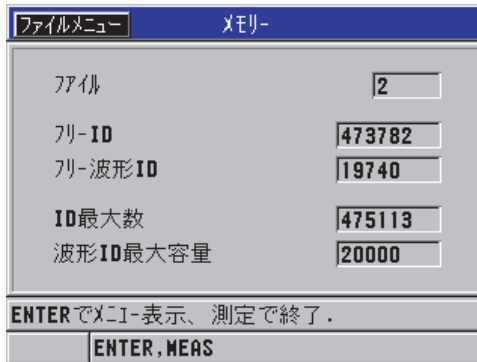

図 6-34 メモリーステータス画面
1. 【ファイル】を押し、メモリーを選択してから、【ENTER】を押し、メモリーステータス画面を表示します（117 ページの図 6-34 を参照）。この画面には、内部メモリーに保存されているファイル数および現在の記憶容量が表示されます。